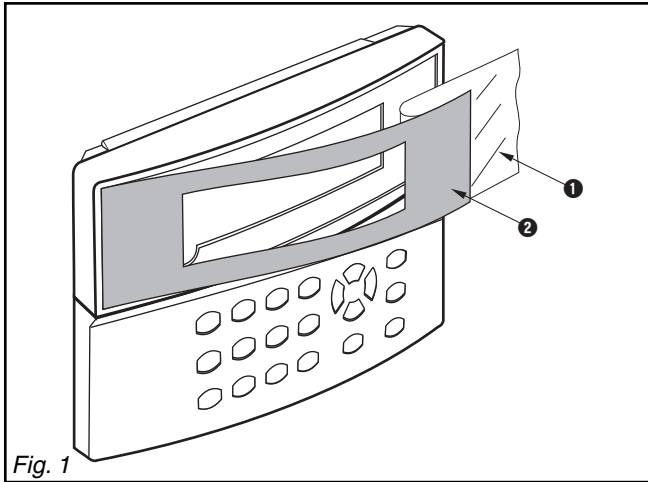
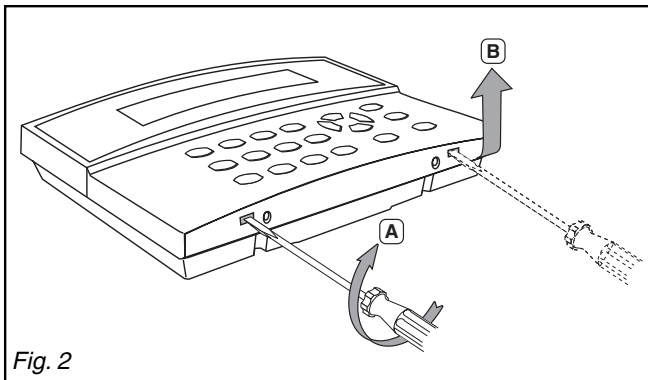

Fig. 1
Fig. 2
3.1 Mise en place de la face avant décor (fig.1)
- 1 - Décoller à moitié l'autocollant ❶ situé sous la face avant décor ❷.
3.2 Ouverture du boîtier (fig. 2)